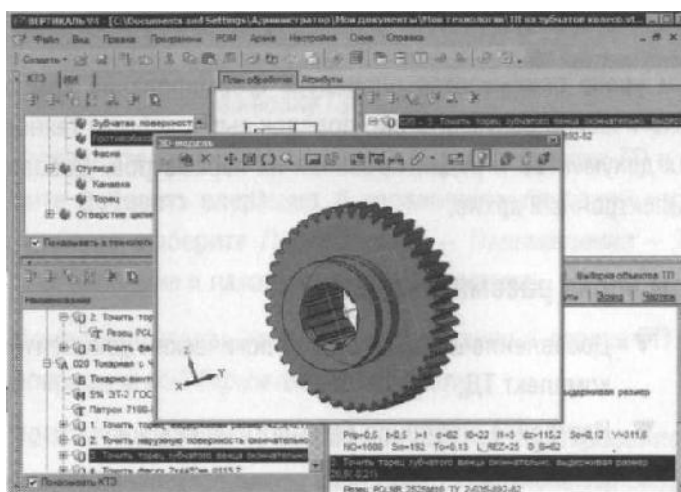

Рисунок 74
24. Перейдите на вкладку *3D-модель*. Подведите курсор к названию вкладки и, нажав левую кнопку мыши, перетащите вкладку на свободное место. Перемещаясь по дереву ТП, убедитесь, что выбираемые переходы отображаются в дереве КТЭ, а соответствующие поверхности подсвечиваются красным цветом (рис. 74).